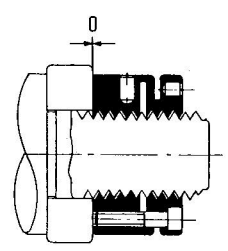

図14
4. クランプナットの締付けトルクを要求される予圧の3~5倍で仮締めします。即ち算式で求めたMの値の約4倍の締付けトルクで締付けます。これは構成部品のナジミを促進するために必要な作業です。このあと、一旦クランプナットを弛め再度適正予圧をかけた調整しクランプねじを増し締めて固定します。(図14)